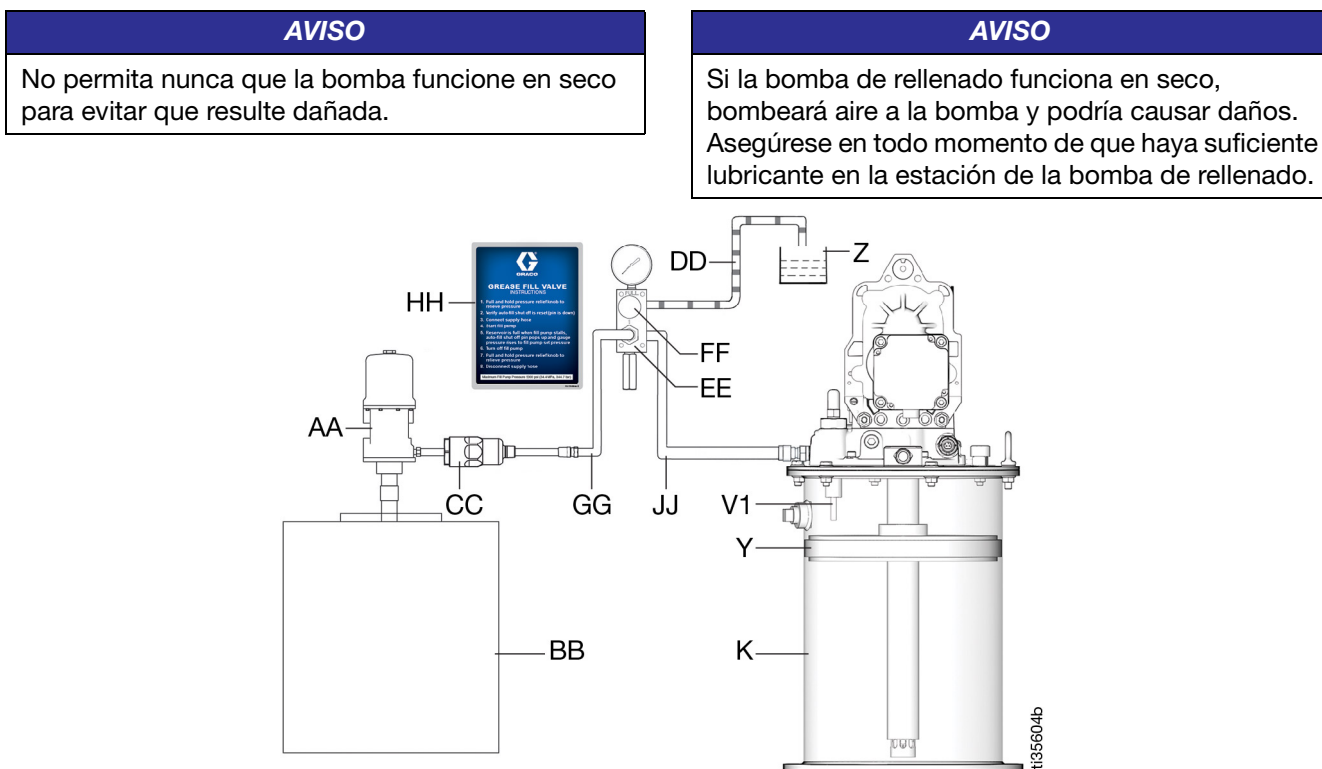

FIG. 12
NOTA: Use la válvula de llenado con n.º pieza 77X542 (como se muestra en la FIG. 12) para proteger contra la sobrepresión o utilice un conjunto de válvula de alivio de seguridad a 34,5 MPa (345 bar, 5000 psi) en la línea de relleno (GG).